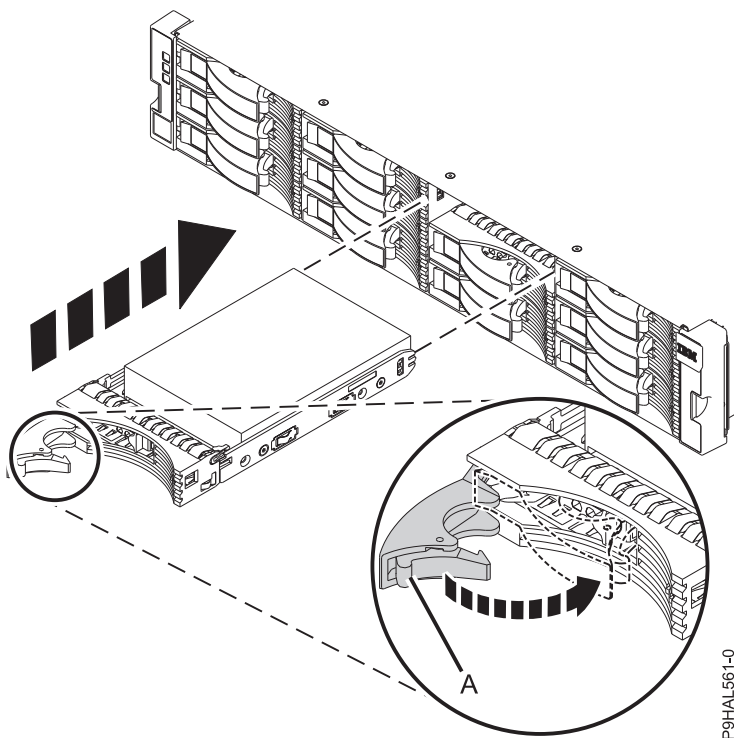
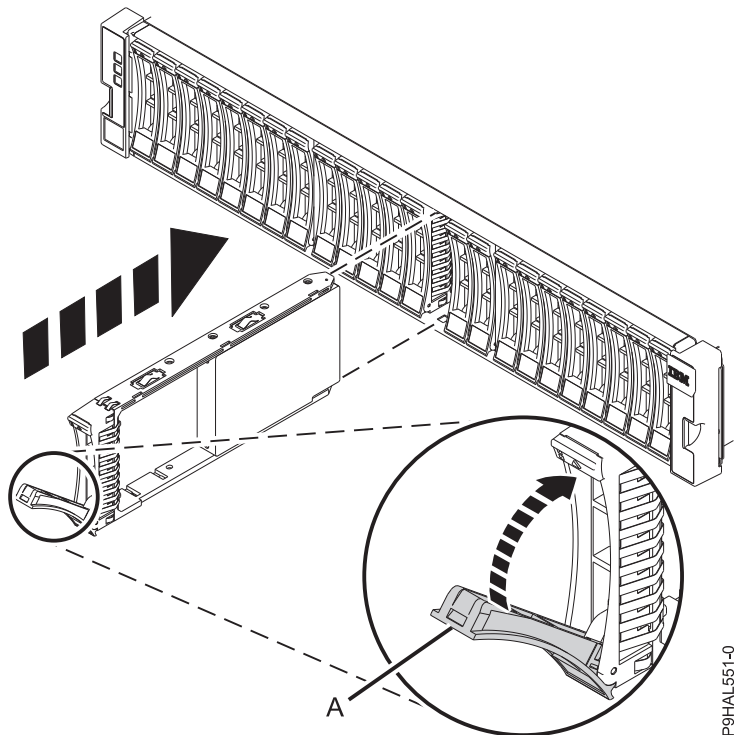

Figure 10. Installation d'une unité dans l'armoire de stockage ESLL
Figure 11. Installation d'une unité dans l'armoire de stockage ESLS
3. Avec la poignée en position déverrouillée, soutenez la base de l'unité tandis que vous alignez les glissières sur le boîtier.. Voir figure 10, à la page 10 ou figure 11, à la page 10.